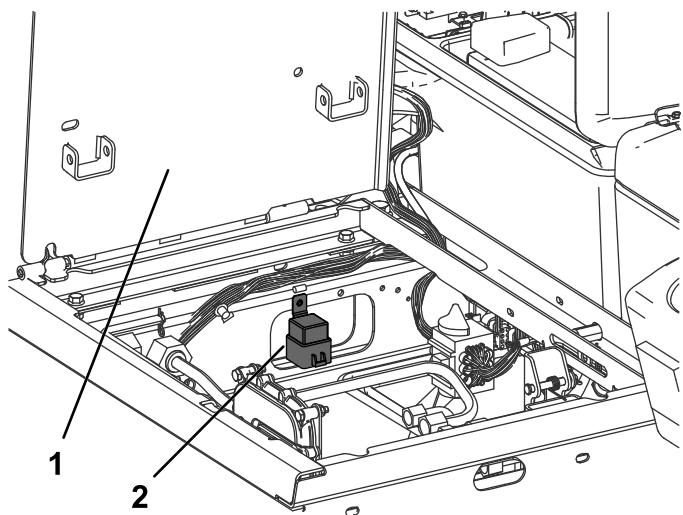

Figura 26
- 7. Collegate il relè al relativo supporto con la vite autofilettante in dotazione, come illustrato nella Figura 26.